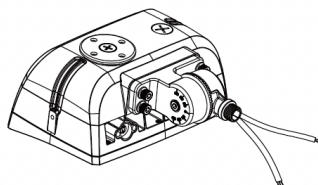

Fig 1.2
2. Assembler les deux parties du support à articulation filetée à l'aide du boulon fourni (Fig. 1.2).